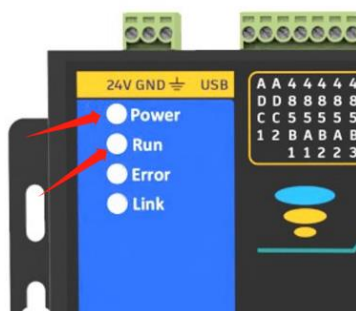

图 3-1 主控系统指示灯
- 2、上电后, 如系统中包含“语音播报器”, 并且系统打开语音情况下, 系统会播报“系统自检完成”, 同时“AGV 控制器 IGK-M210”上“Run”系统运行灯闪烁, 如“图 3-1”。